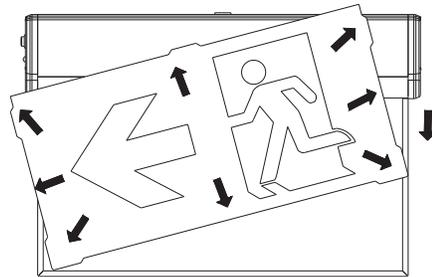

Fig. 2
2. Insert the pictogram into the body aluminum frame, make sure the pictogram direction is correct (Fig. 2).
2. Insérer le pictogramme dans le cadre en aluminium du boîtier, assurez-vous que le pictogramme soit orienté dans le bon sens (Fig. 2).